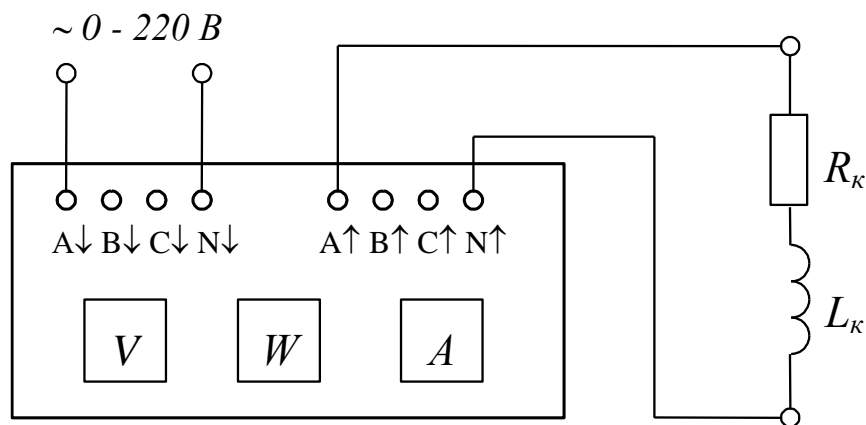

Рис. 7
2. Определить параметры катушки индуктивности (панель № 4), подключив ее к измерительному комплекту К540 (рис. 7). Установить ЛАТРоМ напряжение питания  $U = 20...25$  В (по указанию преподавателя). Результаты измерений занести в табл. 1.